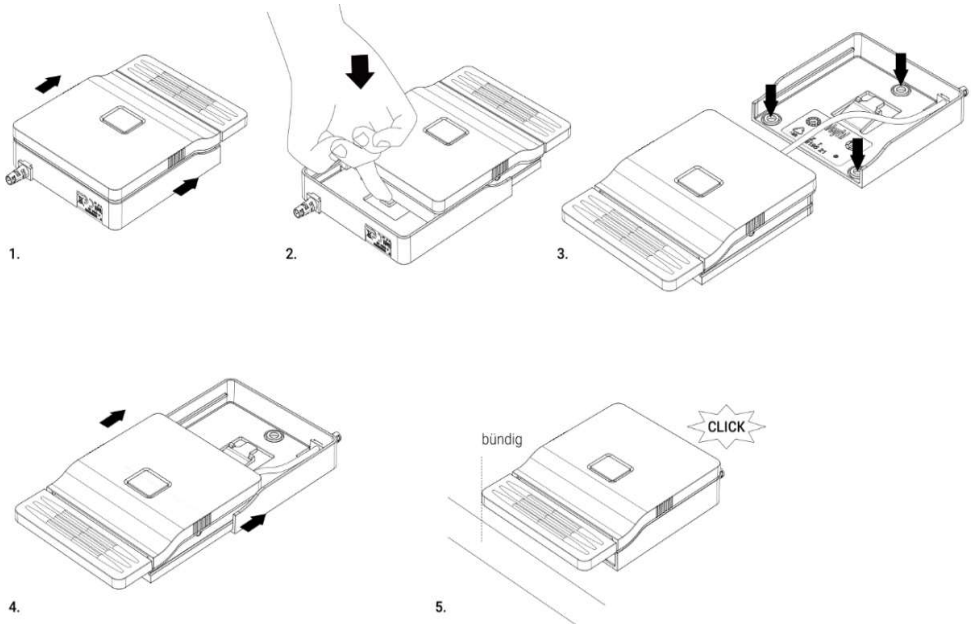

Abbildung 4, Montage Schiebhandschalter VUI-2001
Zum Befestigen des Schiebehandschalters VUI-2001 an der Tischplatte müssen Sie als erstes den Handschalter aus der Führung lösen (siehe Abbildung 4). Hierfür schieben Sie den Handschalter soweit vor bis Sie einen Widerstand spüren (1). Mit dem Finger können Sie jetzt die Rastlasche nach unten drücken und damit die Arretierung lösen (2). Der Handschalter lässt sich jetzt komplett aus der Führung schieben.